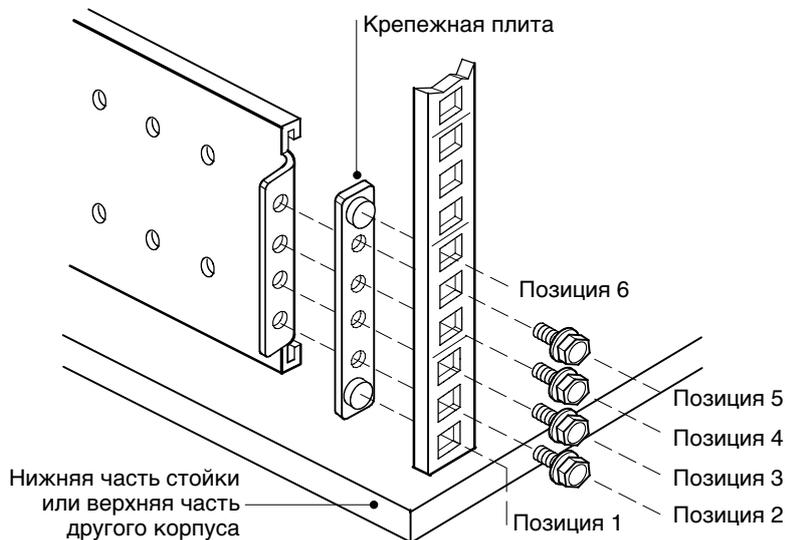

Рисунок 17. Крепление задней направляющей (показана правая направляющая в сборе)
- Закрепите направляющую на задней части стойки с помощью четырех винтов М5 и крепежной плиты (см. рис. 17).